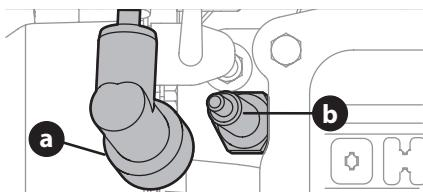

Figure 10
- Enlevez le couvre-borne (a) de la bougie et retirez la bougie (b) avec une clé à bougie (Figure 10).